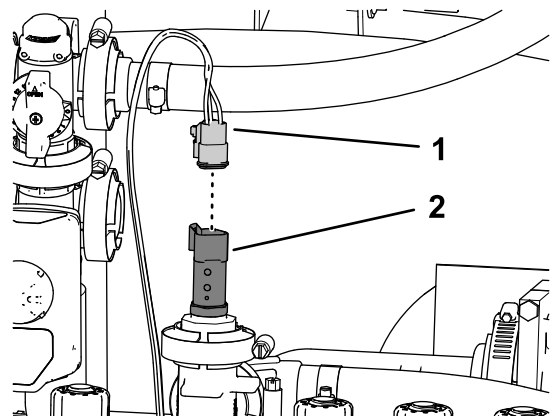

Figura 132
1. Inserte el conector hembra de 3 vías de la rama de 61 cm del arnés de cables del kit marcado PRESSURE TRANSDUCER GREEN WEDGE en el conector de 3 pines del arnés del transductor de presión (Figura 132).